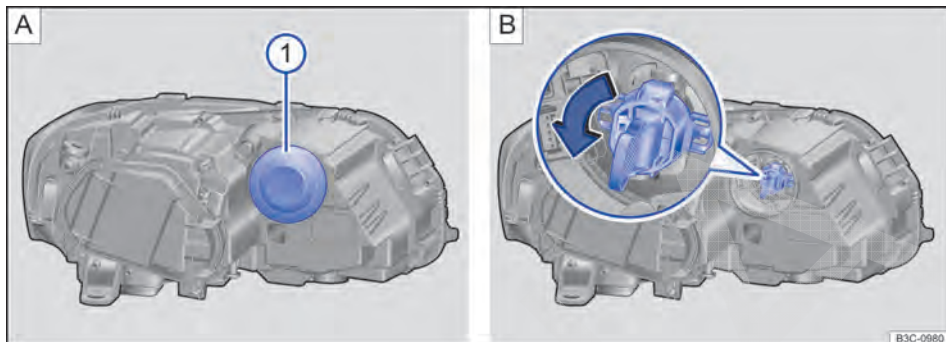

Fig. 248 No compartimento do motor: cobertura do indicador de direção do farol dianteiro esquerdo.
3. Remover a cobertura de borracha ⇒ Fig. 248 A na parte traseira do farol.
4. Girar e retirar o suporte da lâmpada no sentido da seta ⇒ Fig. 248 B.
9. Colocar o suporte da lâmpada e girar contra o sentido da seta ⇒ Fig. 248 B de volta para a posição original.
10. Colocar a cobertura de borracha ⇒ Fig. 248 A .